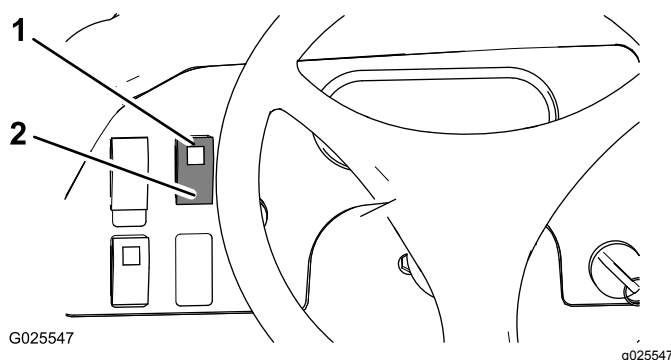

Рисунок 24
- Чтобы заблокировать дифференциал, нажмите выключатель блокировки дифференциала вверх (Рисунок 24).
- Чтобы разблокировать дифференциал, нажмите выключатель блокировки дифференциала вверх (Рисунок 24).